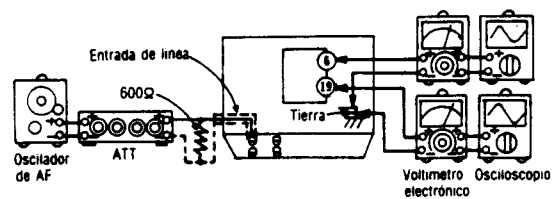

Fig. 10
1. La conexión del equipo de prueba se muestra en la Fig. 10.
3. Ajustar mediante atenuador de manera que la salida entre terminal ① (CH-I) {terminal ⑩ (CH-D)} de IC401 y tierra sea 12,3mV.